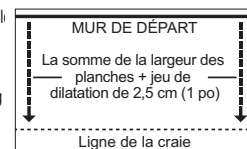

Figure 7
- À au moins deux endroits à 46 cm (18 po) du coin, mesurer une distance égale du mur de départ (Figure 7). La mesure doit être un multiple de la largeur des planches, auquel on ajoute 2,5 cm (1 po) (sans la largeur de la languette) et tracer une ligne droite à la craie. Cette mesure tient le compte de l'exigé 19 mm (3/4 po) l'expansion et la largeur de la languette.